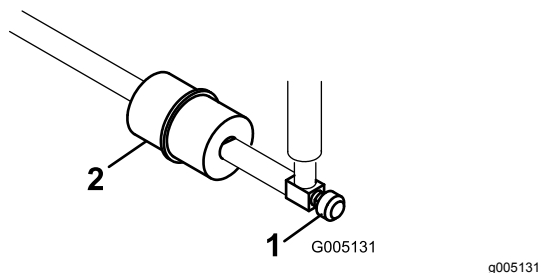

Bild 35
Der Kraftstofffilter befindet sich in der Kraftstoffleitung zwischen dem Tank und dem Vergaser (Bild 35).
1. Schließen Sie den Kraftstoffhahn (Bild 35).
2. Legen Sie eine Ablaufwanne unter den Filter, lockern die Schlauchklemme an der Vergaserseite des Filters und ziehen die Kraftstoffleitung vom Filter ab (Bild 35).
3. Lösen Sie die andere Schlauchklemme und entfernen den Filter (Bild 35).